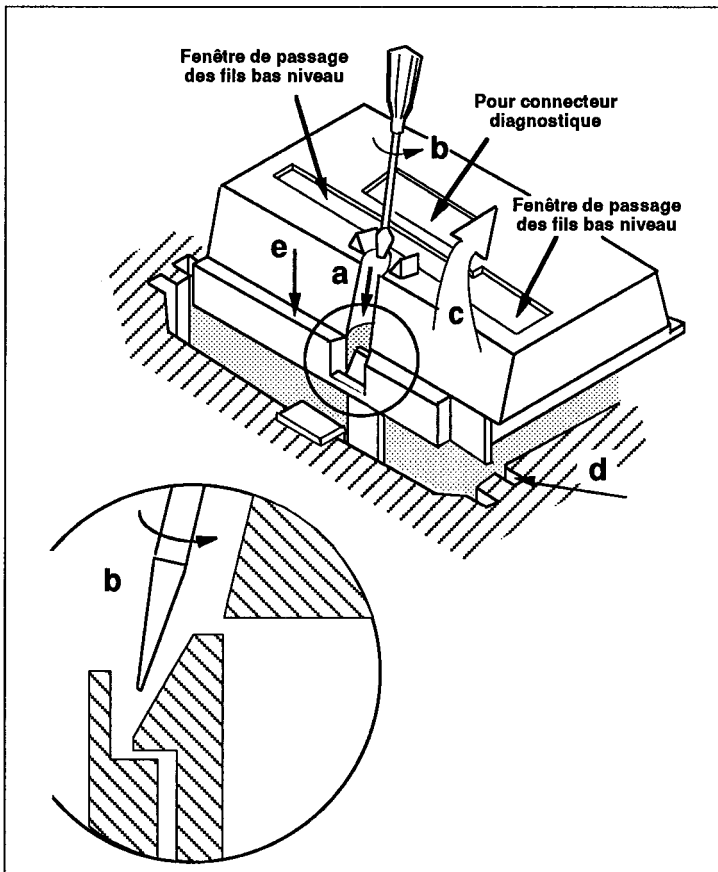

Figure 2-8 Enlèvement du capot
- a. Glisser un tournevis entre les deux centreurs situés en partie arrière et l'amener en butée vers le bas (voir figure 2-8).